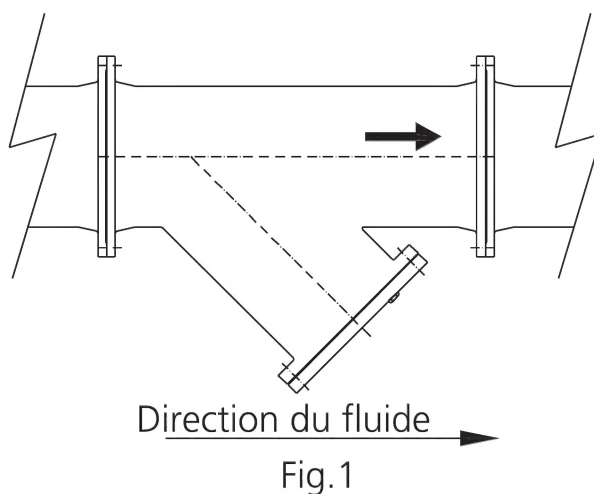

Fig.1
3. Le filtre doit être installé de préférence en position horizontale avec le couvercle pointant vers le bas et en tenant compte de la direction du fluide (voir Fig. 1). En cas d'installation verticale, non recommandée, le fluide doit aller de haut en bas et le filtre doit avoir le couvercle dans la position inférieure